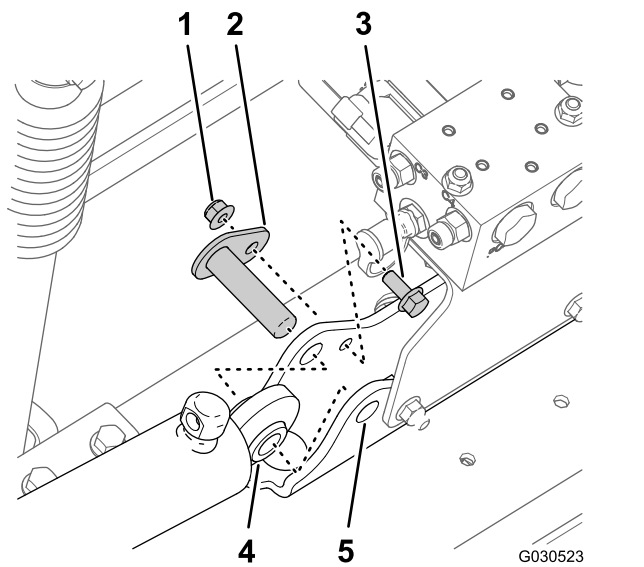

Figura 41
3. Rimuovete il dado di bloccaggio flangiato (5/16") e il bullone a testa flangiata (5/16" x 3/4") che fissano il perno orientabile al supporto del cilindro (Figura 41).
4. Rimuovete il perno orientabile e il cilindro di sollevamento dalla macchina (Figura 41).